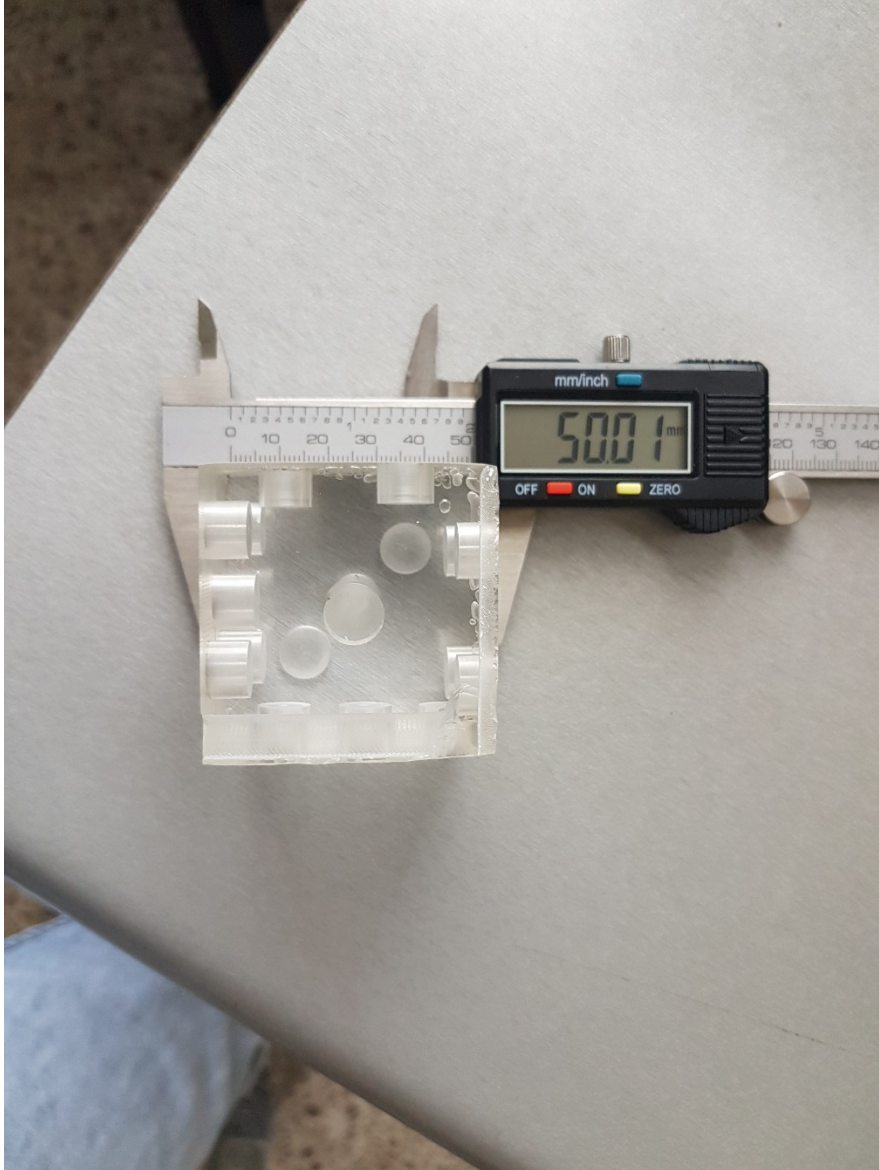

Ilustración 5.18 Medición de una de las caras del cubo
- a. Tomamos las medidas de nuestro cubo 50mmx500mm que es lo que mide una cara, por el momento se olvida del Eje Z. (Ilustración 5.18)